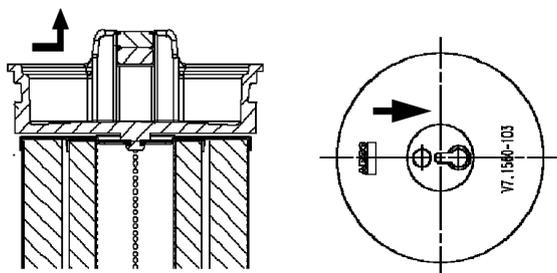
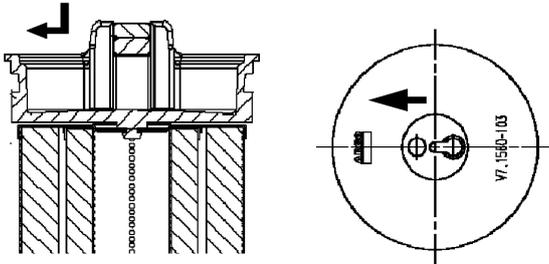

Abbildung 7: Lösen der Rasterung am Deckel / Filterelement
Abbildung 8: Einhängen des Deckels im Filterelement
Beim Filterelementwechsel in folgenden Schritten vorgehen (siehe auch Abbildung 7 und Abbildung 8):
- › Filterelement am Deckel durch Verschieben aushängen (siehe Abbildung 7).
- › Filterelement am Deckel einhängen (siehe Abbildung 8).